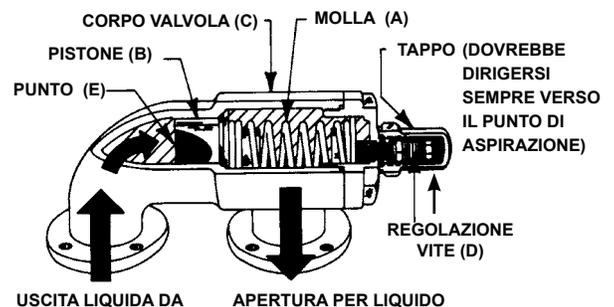

FIGURA 4
maggior parte delle valvole allineate sono del tipo tubolare a molla, vedere **Figura 4**. La molla (A) tiene in sede la valvola tubolare (B) nel corpo valvola (C) con una forza determinata dalla dimensione della molla e dalla forza con cui è stretta la vite regolatrice (D). La pressione di scarico della pompa spinge contro il lato inferiore della valvola tubolare nel punto (E). Quando la forza esercitata dal liquido sotto la valvola tubolare supera quella esercitata dalla molla, la valvola tubolare si solleva e il liquido comincia a fluire attraverso la valvola. Quando la pressione di scarico aumenta, sempre più liquido fluisce finché viene raggiunta una pressione tale che tutto il liquido che viene pompato passa attraverso la valvola. Tale pressione è la regolazione della valvola di scarico.